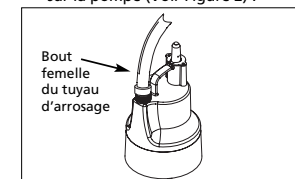

Figure 2
- Cette pompe est conçue pour le branchement à un tuyau d'arrosage ordinaire. Fileter le bout femelle du tuyau d'arrosage au décharge mâle sur la pompe (Voir Figure 2).